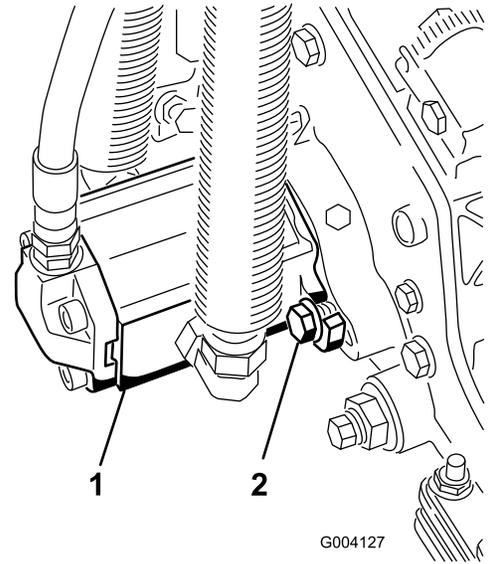

Figura 19
10. Instale el motor girándolo en el sentido de las agujas del reloj de modo que las bridas del motor no choquen con los tornillos de caperuza (Figura 19). Gire el motor en el sentido contrario a las agujas del reloj hasta que las bridas rodeen los tornillos de caperuza, luego apriete los tornillos de caperuza.